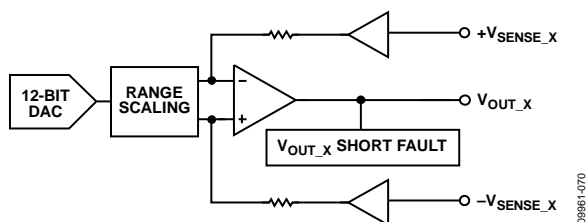

图70. 电压输出
- 经过缓冲和比例缩放，输出一个可通过软件选择的单极性或双极性电压范围(参见图70)